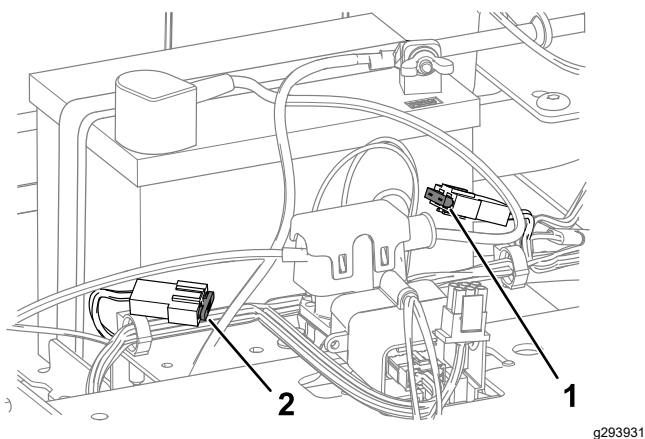

Figura 50
4. Per sostituire un fusibile, tiratelo ed estraetelo dall'attacco (Figura 50).